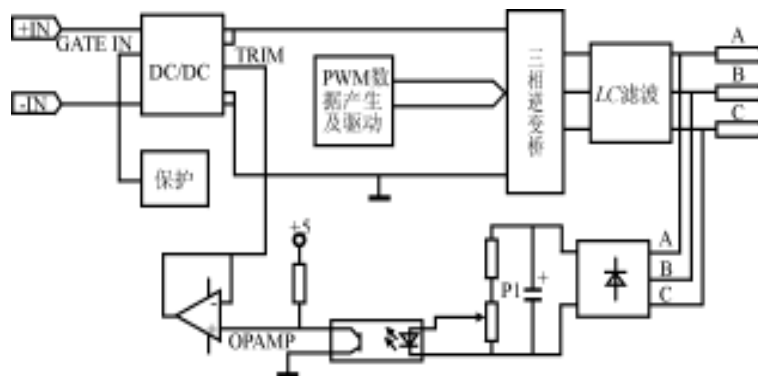

图 6 应用电路框图 (2)
(2) 在 VICOR 模块基础上进行二次开发, 设计一输出电压为 36V/400Hz 的小型三相逆变电源。原理框图如图 6 所示。